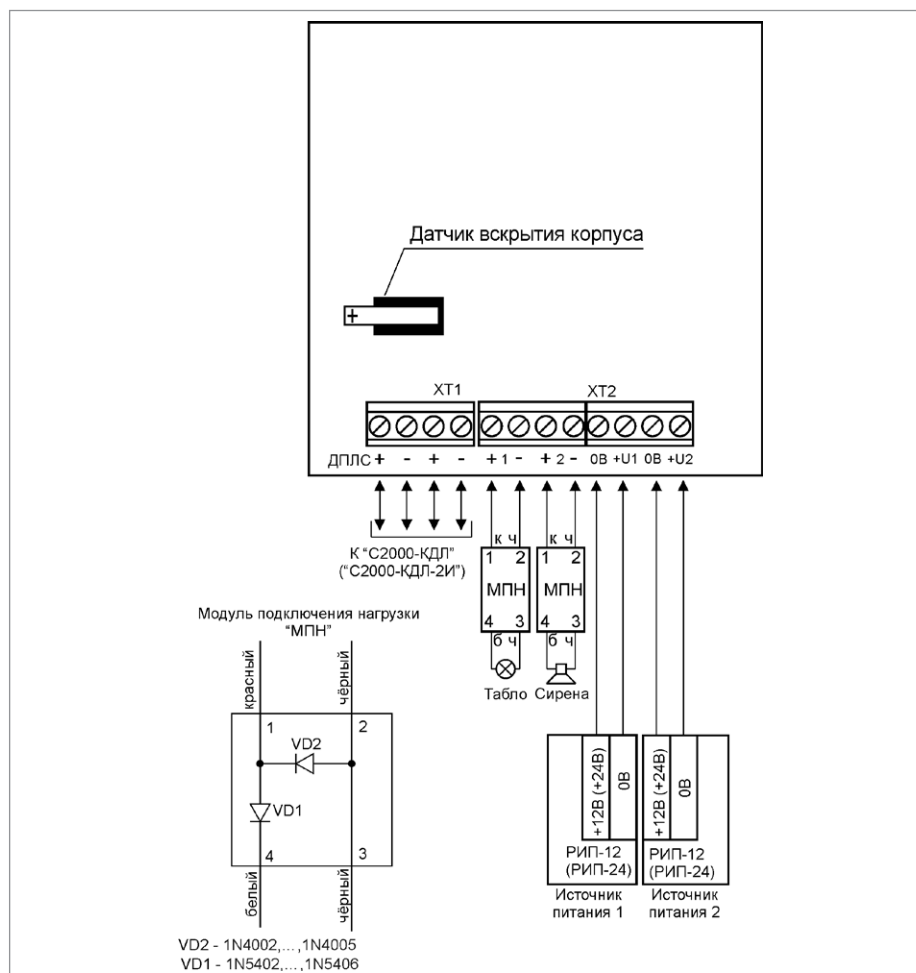

Рисунок 10. Схема внешних соединений блока «С2000-СП2 исп.02»
2.2. Подключение соединительных линий производите в соответствии с проектной документацией и схемой на рис. 10.